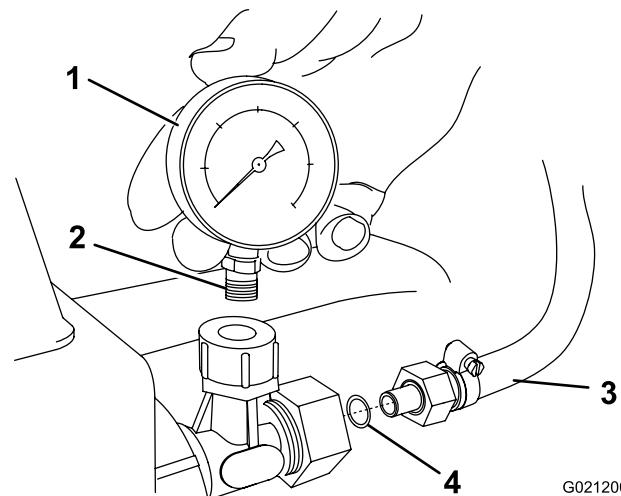

Bild 11
15. Wickeln Sie Gewindeabdichtungsband in Linksrichtung um das Gewinde des Manometers (Bild 11).
16. Befestigen Sie das Druckmanometer im offenen Port rechts vom Regelventil (Bild 11).
1. Fetten Sie den O-Ring aus den losen Teilen mit einem Fett ein, das nicht auf Petroleum basiert, z. B. Pflanzenöl. Legen Sie den O-Ring zwischen den langen Schlauch und das Regelventil (Bild 11).
2. Schrauben Sie das Gewinde-Anschlussstück auf das Ende des langen Schlauchs zum Regelventil (Bild 11).